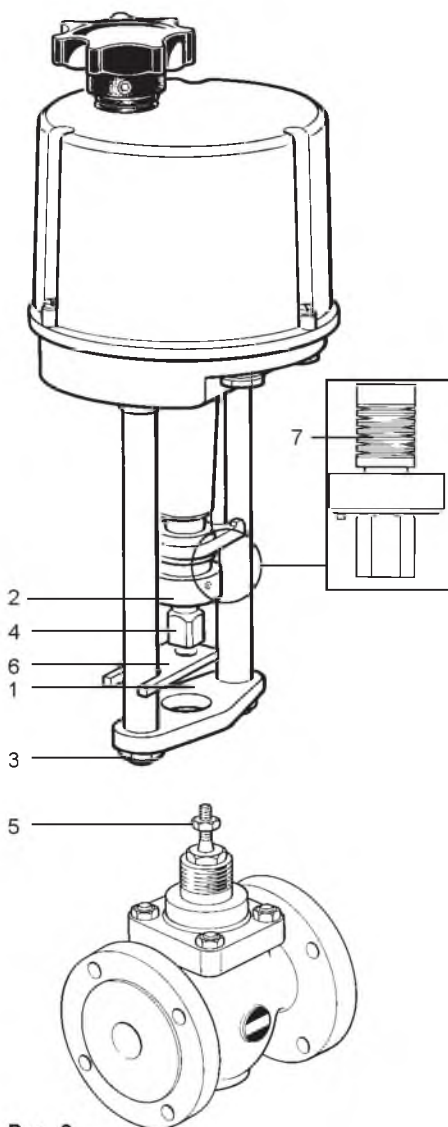

Рис. 2
При выполнении операций см. Рис.2.
Д. Теперь индикатор нижнего положения (16) подводится к нижнему краю пластины (6) Рис.2. От верхнего края пластины отмеряется расстояние равное ходу клапана + 1.5мм (1мм для приводов EL554—). Индикатор верхнего положения устанавливается в этой точке.
Д. Теперь индикатор нижнего положения (16) подводится к нижнему краю пластины (6) Рис.2.